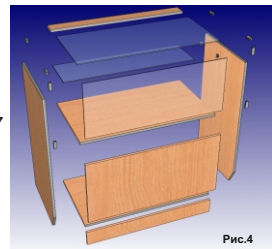

Рис.4
4) Прикрепите держатели стекла №9 к панелям №1. Установите панель №5 между панелями №1 и зафиксируйте ее конфирматами №6. Вставьте стеклянную панель №6 в установленные держатели №9 движением сверху вниз и панель №7 движением от себя. Аналогичным образом установите полку №8 с полкодержателями №10 внутри прилавка(см. рис.4)